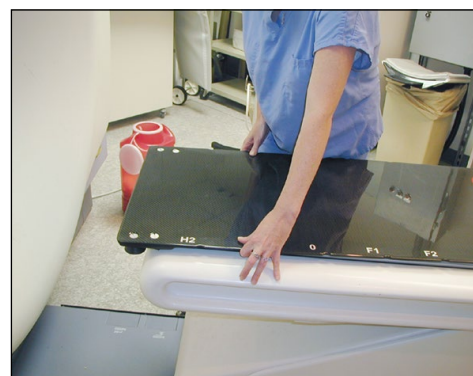

图 24
4. 将 CT 覆盖罩放置在 CT 床板上, 从左到右置于居中位置, 而且伸出 CT 头端 3-5 英寸 (图 24)。